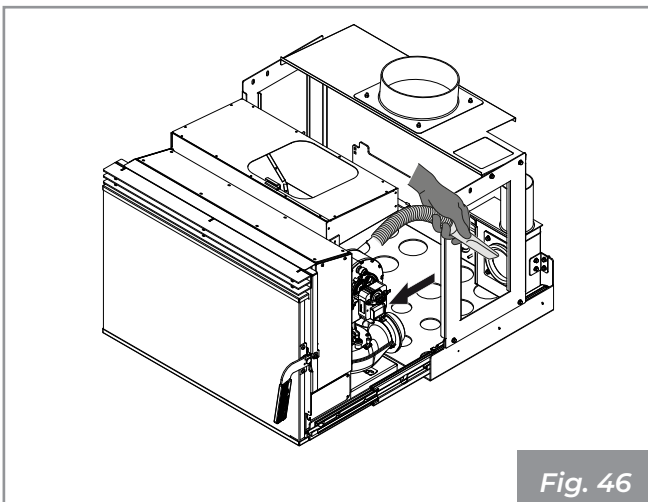

Fig. 46
- Utilizzare un aspiracenere per rimuovere i residui all'interno del Tee ( **Fig. 46** ).